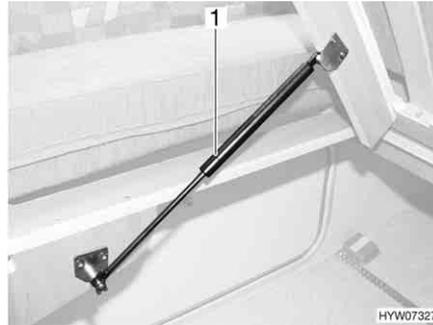

Fig. 130 Lit fixe
- Soulever le sommier à lattes. Les ressorts à pression de gaz (Fig. 130,1) maintiennent le sommier à lattes en position ouverte.